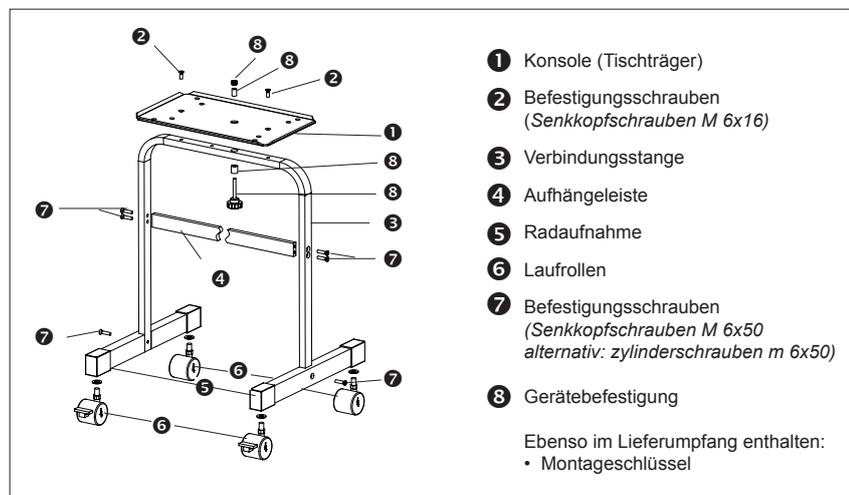

Bild 7. Einsetzen des Doppelstecknippels
- Setzen Sie anschließend den Doppelstecknippel in den Behälterdeckel (Bild 7). Achten Sie darauf, dass er durch leichtes Verdrehen deutlich einrastet.